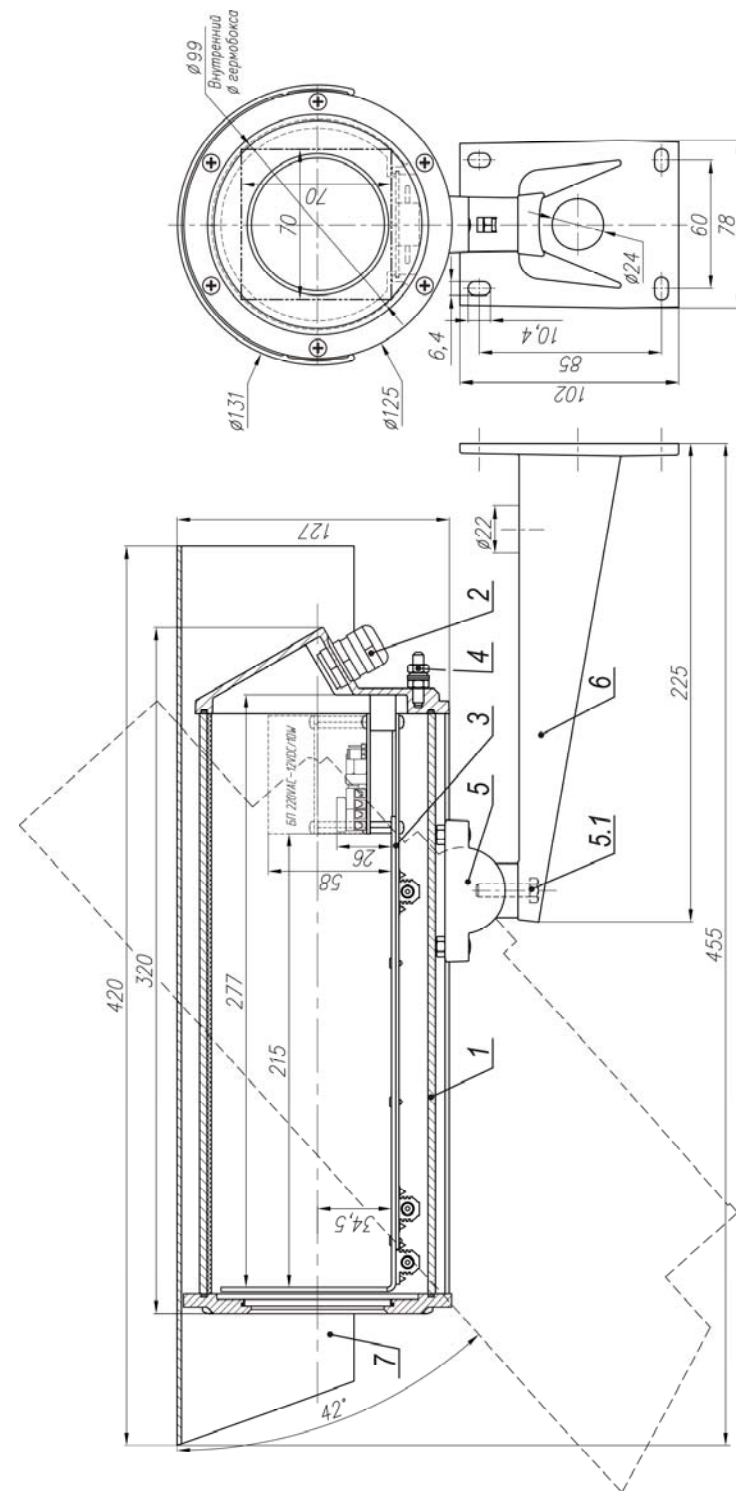

Рис.1 Состав и габаритно-установочные размеры ТГБ-7 ТВ
2. Выдвинуть модуль видеокамеры (поз.3 рис.1) из кожуха.
8. Ослабив болт фиксации шарнира (поз.5.1 рис.1), установить гермобокс на нужное направление обзора, после чего надежно зафиксировать шарнир затянув болт.
9. Заземлить гермобокс с помощью болта заземления (поз.4 рис.1).
В состав изделия входят (см. рис.1):